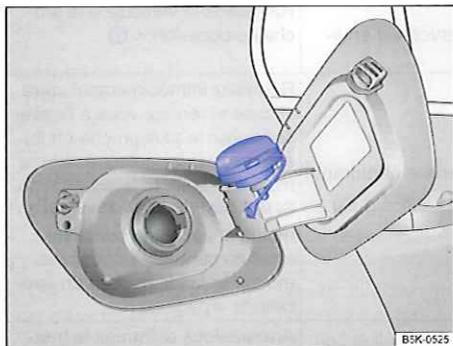

Fig. 204 Trappe à carburant ouverte avec bouchon de réservoir accroché
- Dévissez le bouchon de réservoir en tournant dans le sens inverse des aiguilles d'une montre et accrochez-le en haut de la trappe à carburant ⇒ fig. 204.